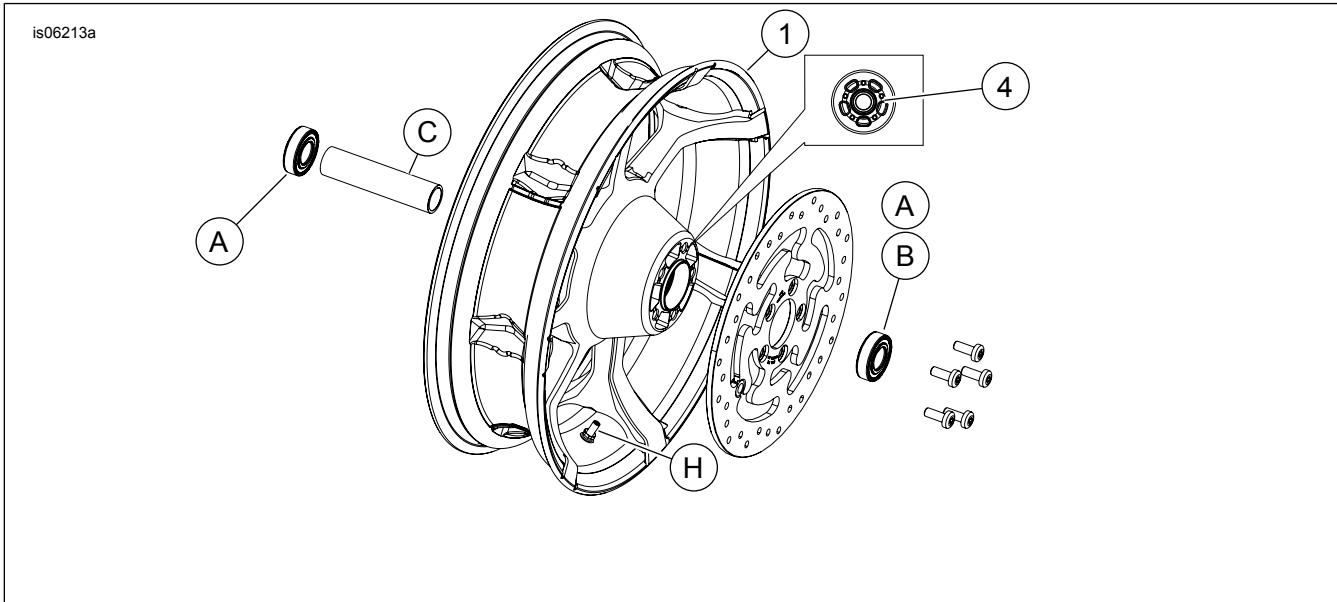

Figura 1. Parts tas-Service: Roti Agitator ta' Wara (murija ta' 18-il pulzier)
Ara Figura 1 u t-Tabelli tal-Parts tas-Servizz.
- Ara Figura 1. Installa l-assemblaġġ tal-virga tal-valv (H) fuq ir-rota. Ara l-Manwali tas-Servizz.